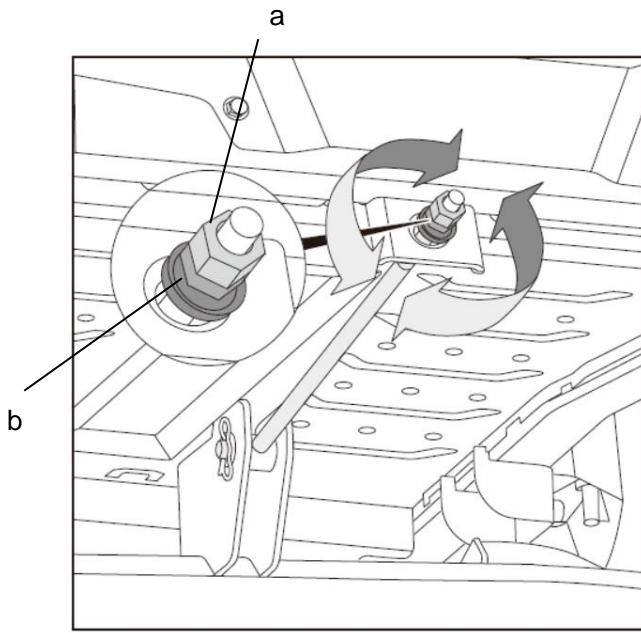

Fig.23
3. Om justering framifrån och bakåt behövs: efter att ha lossat den yttre kontramuttern (a, Fig. 23), vrid den inre inställningsmuttern (b, Fig. 23) medurs för att höja eller moturs för att sänka klippdäckets front.